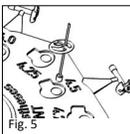

Fig. 5
■ **Fig. 5** TTP® VARIAC protesen bliver, svarende til den tidligere bestemte længde (se ovenfor: Anvendelse af sizer disken), indført i den dertil beregnede fordybning i sizer disken. Denne procedure bør udføres ved hjælp af den separat leverede titanpincet (REF 8000 136).